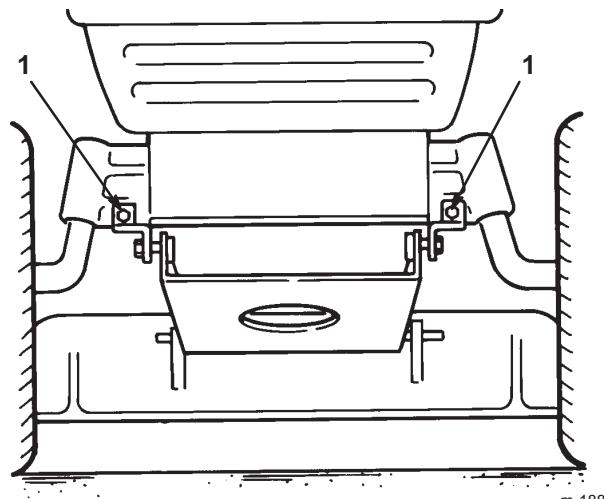

Bild 34
14. Ziehen Sie die zwei Mähwerkgelenkbefestigungshalterungen von der Vorderachse (Bild 34).